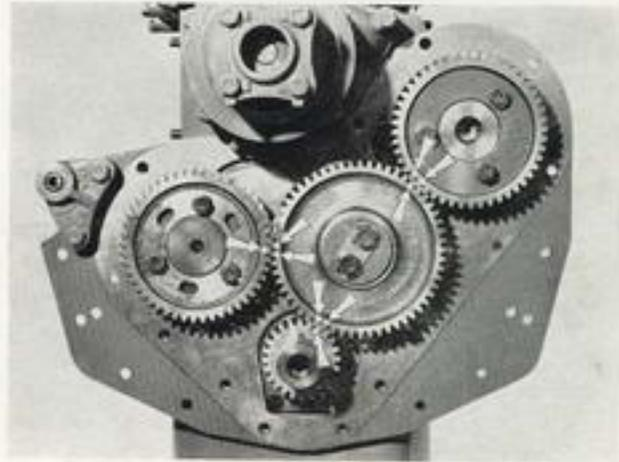

Fig. 10
- Monter le moyeu d'entraînement de pompe bien lubrifié dans son logement, remettre le circlip de blocage, et monter le pignon s'il ne l'est pas (faire attention aux repères) (voir fig. 10).